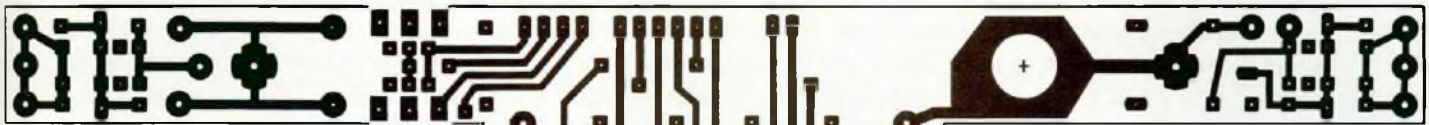

Fig. 16 : C.I. du clavier.
- **LE CI DU CLAVIER** – voir Fig. 16. C'est un petit circuit simple face, supportant les quatre touches et quelques composants périphériques. Il est beaucoup plus simple et vous avez l'autorisation de le faire vous-même !! Mais il est dans le kit, bien sûr !